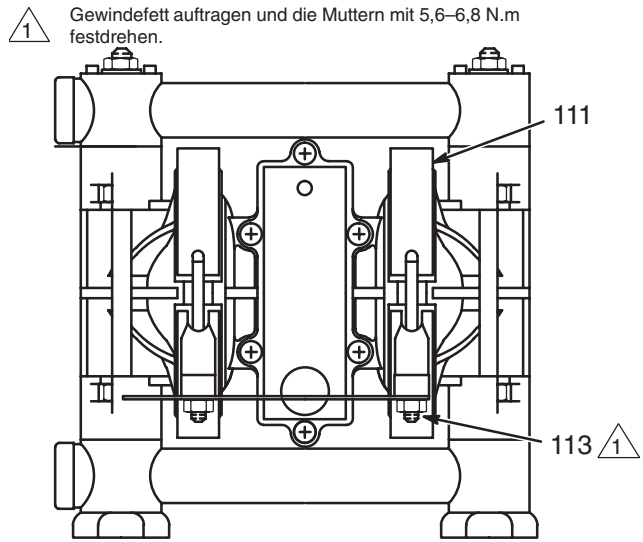

Abb. 9
Beim Festdrehen der Klemmen (111) ein Gewindefett auf die Bolzen auftragen und **sicherstellen**, daß die Muttern (113) mit einem Drehmoment von 5,6–6,8 N.m angezogen werden. Siehe Abb. 9.